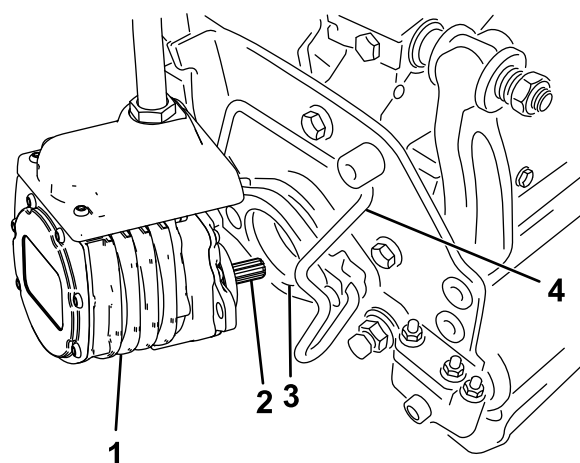

Figura 64
- Cubra el eje acanalado del motor de la unidad de corte con grasa limpia (Figura 64).
- Introduzca el motor en el lado izquierdo de la unidad de corte (visto desde el puesto del operador) y tire de la barra de retención del motor en la unidad de corte hacia el motor hasta que oiga un “clic” en ambos lados del motor (Figura 64).